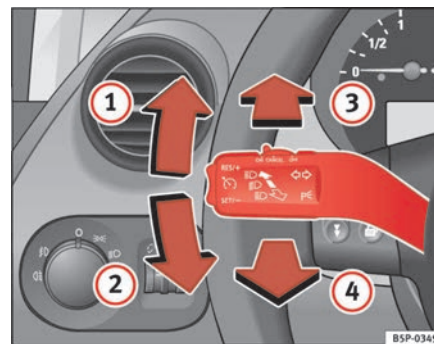

Fig. 78 Alavanca dos indicadores de direcção e dos máximos
⇒ fig. 78 ①, para piscar **à direita** ou para baixo ②, para piscar **à esquerda**. ▶
- Empurrar a alavanca para a frente $\Rightarrow$ **página 118, fig. 78 3**, para ligar os máximos.